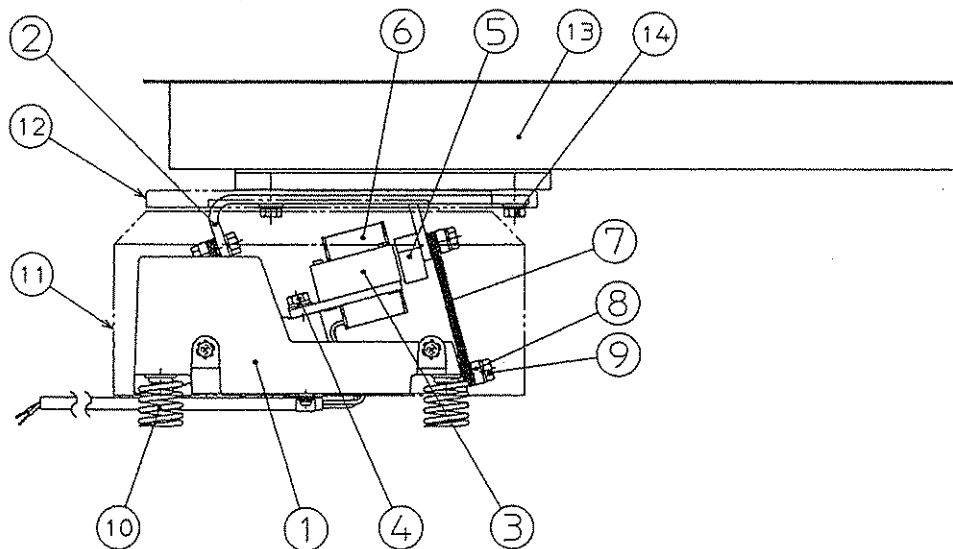

図1 小形電磁フィーダ構造図 (CF-2)
3. 構造(図1参照)
代表的な構造としてCF-2を図1に示します。